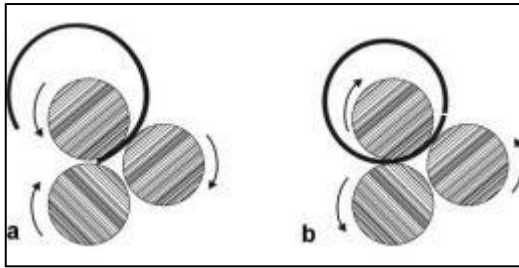

Abbildung 15
8. Werkstück in die Maschine einführen. nähert sich dem Ende (a, Abbildung 15), stoppen und umgekehrte Richtung (b, Abbildung 15).